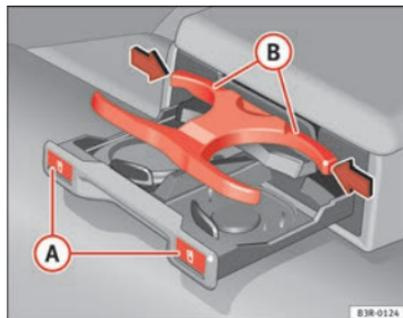

Fig. 121 Portabevande nel bracciolo centrale posteriore
- Premere sul simbolo (A) ⇒ fig. 121.